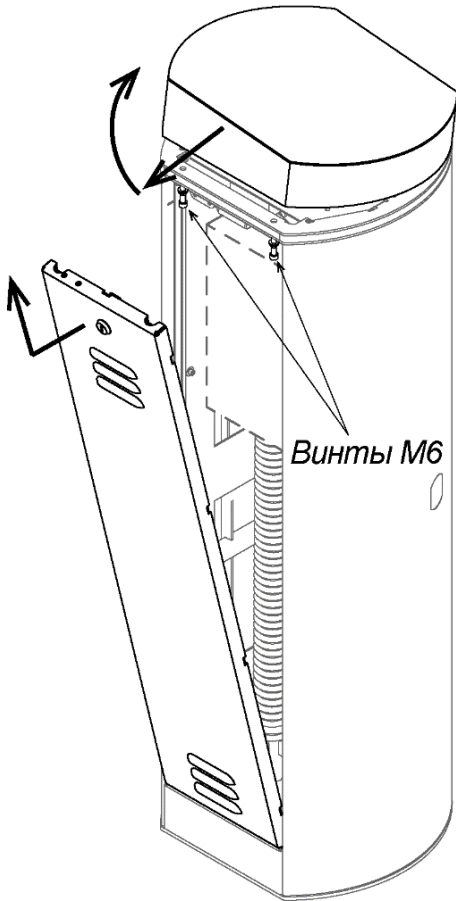

Рисунок 11. Порядок снятия верхней крышки шлагбаума
1. Снимите дверцу, предварительно повернув ключ замка, и открутите два винта М6, которые находятся снизу на верхней грани проема дверцы. Аккуратно, чтобы не повредить установленную внутри плату управления, снимите крышку, сдвинув ее за передний край на себя и затем подняв его вверх (см. рис. 11).
2. На приводе стрелы переведите рычаг (13) в нижнее положение. Для этого шлицевой отверткой вращайте винт (или ручку, в зависимости от модификации привода) разблокировки привода (21) против часовой стрелки до упора.
3. Если ранее были установлены балансировочные пружины (8), то их необходимо снять (см. разд. 8.5.4).
4. Демонтируйте рычажно-шатунную группу – детали (12) и (13), для чего открутите два болта (14) с внутренним шестигранником S10 и снимите стопорное кольцо (15). Детали плотно насажены на оси, при снятии покачивайте их из стороны в сторону, при необходимости используйте большие отвертки в качестве рычагов.
Для разблокировки стрелы откройте дверцу шлагбаума и шлицевой отверткой вращайте винт (ручку) разблокировки привода (21) (см. рис. 11) влево или вправо до тех пор, пока нижний шарнир шатуна (12) не выйдет из крайнего положения и стрела не станет поддаваться ручному воздействию вверх или вниз.
1. Откройте дверцу (2) стойки шлагбаума.
2. Шестигранным ключом S10 ослабьте два болта (14), фиксирующие рычаг (13) на валу кронштейна стрелы (см. рис. 11). Придерживайте стрелу от падения!